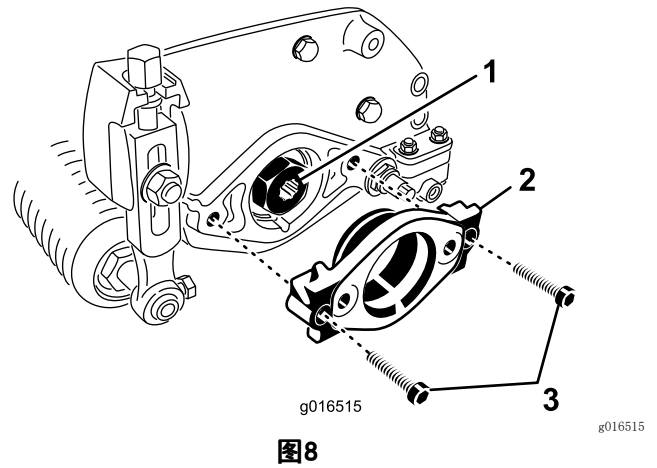

图8
- 拆下将马达支架固定到滚刀组左端的 2 个内六角螺栓。拆下马达支架（图8）。
- 向传动轴花键的内径涂抹润滑脂（图8）。
- 在滚刀组左端的 O 形圈上涂抹一薄层润滑脂，用之前拆下的 2 个内六角螺栓安装马达支架（图8）。上紧螺栓扭矩至  $16 \sim 20\text{N} \cdot \text{m}$ 。